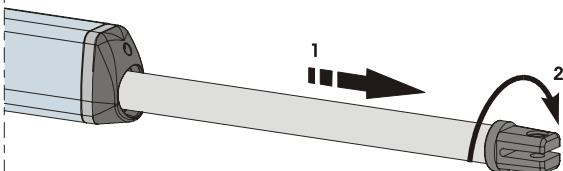

Рис. 9
4) Полностью выведите штангу до достижения концевого выключателя Рис. 9
6) Поверните шток по часовой стрелке на пол оборота / один оборот, Рис.9. сноска 2